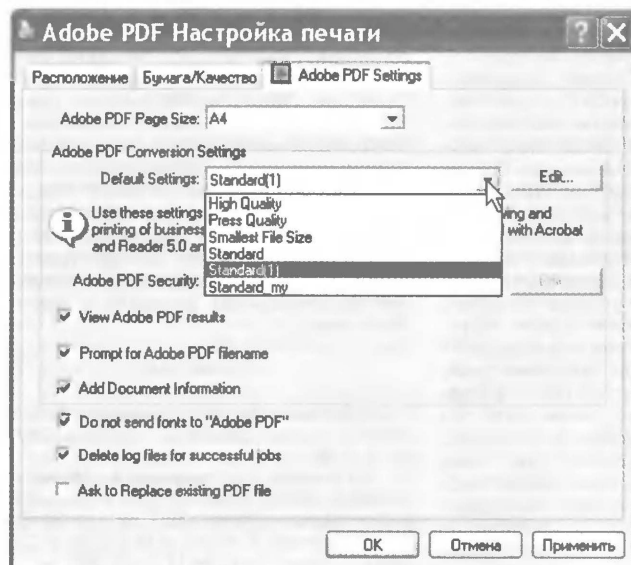

Рис. 1
Adobe Acrobat 6.0 Standard совместим с версиями Windows 9x/2K/XP. После установки пакета в обычной конфигурации в системе появляется принтер Adobe PDF. Перед использованием принтера необходимо настроить. Заходим в Панель управления — Принтеры и факсы, щелкаем правой кнопкой мыши на значке принтера Adobe PDF и в выпадающем меню выбираем пункт Настройка печати... Окно настроек открывается на закладке Adobe PDF Settings. В области настроек Adobe PDF Conversion Settings в строке Default Settings (настройки по умолчанию) следует выбрать набор установок Standard (1), после чего входим в режим его редактирования, нажав на кнопку Edit (рис. 1).